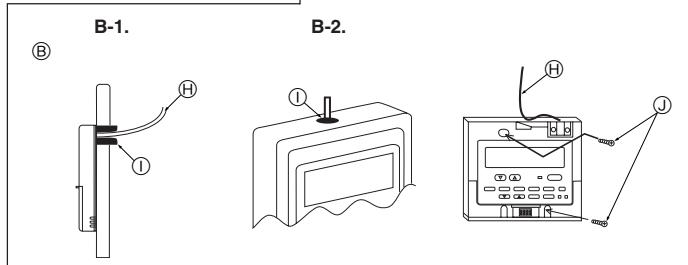

Fig. 6-3
(2) Forsøg serviceåbningen til fjernstyringskablet med kit for at forhindre indtrængen af dugdråber, vand, kakerlakker eller orm. (Fig. 6-3)